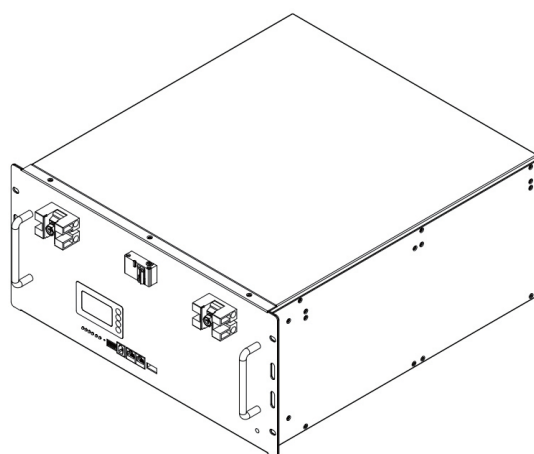

Figura 6-3 Modo corretto di collocare la batteria
- Le batterie della serie 48V VT48200B devono essere installate preferibilmente in posizione orizzontale, come mostrato nella Figura 6-3.